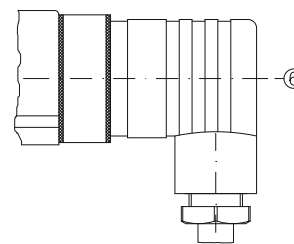

Fig. 10
- Enficher la boîte de raccordement ② dans le connecteur de l'appareil ① et serrer la vis centrale ⑥ (→ Fig. 10).